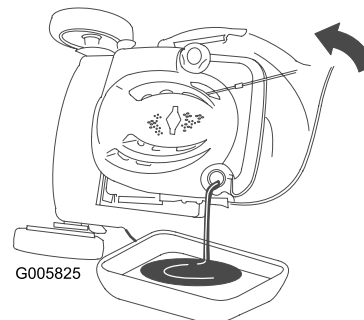

Figura 40
2. Ponga el cortacésped de lado (con el filtro de aire hacia arriba) para drenar el aceite usado a través del tubo de llenado de aceite (Figura 40).